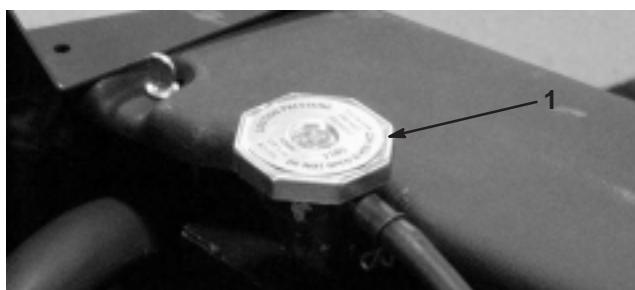

Figure 25
2. Retirez le bouchon de radiateur avec précaution (Fig. 25).